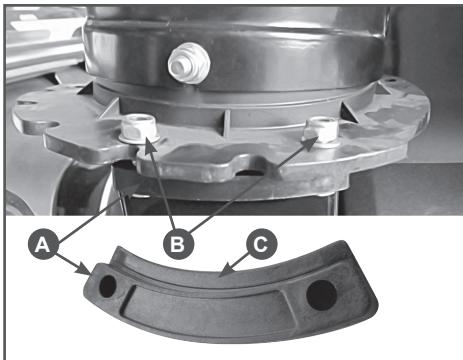

Рис.3 Установка желоба для выброса снега
Установите желоб для выброса снега на кожух шнеков (Рис.3) и зафиксируйте его болтами (B) через прокладки (A).
При установке желоба прокладки (A) выступами (C) устанавливаются вверх (Рис.3).